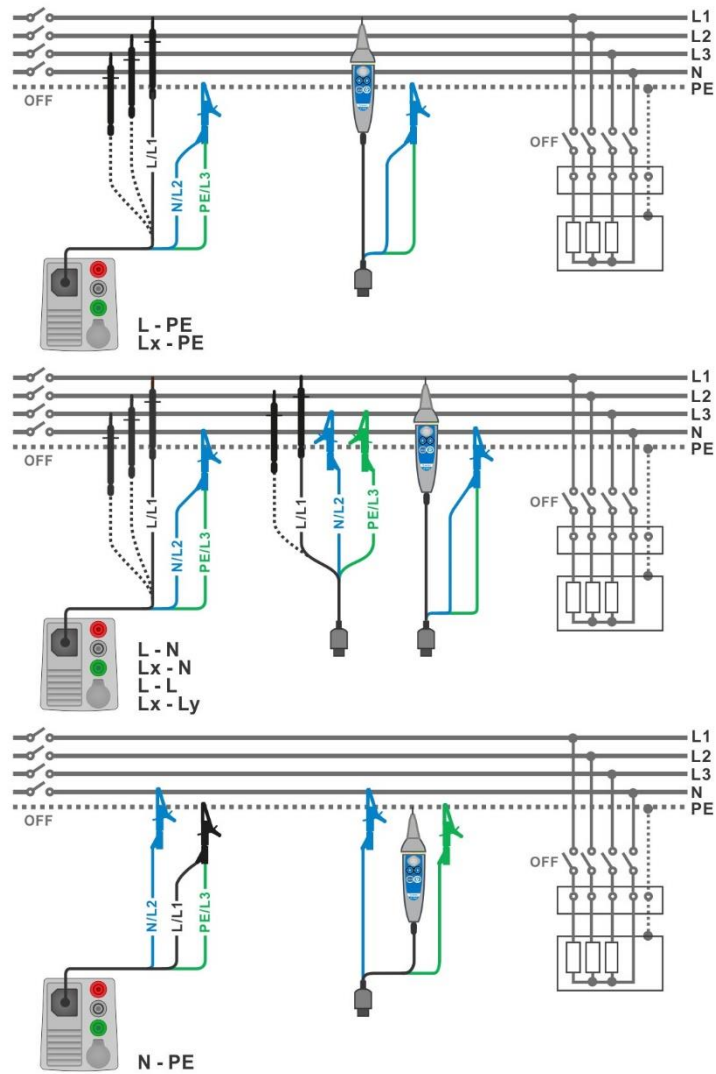
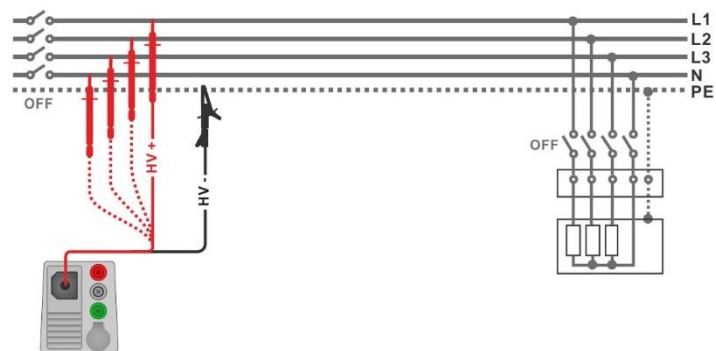

Abbildung 7.7: Anschluss des 3-Leiter Prüfadapters und der Commander-Prüfspitze ( $U_N \leq 1 \text{ kV}$ )
Abbildung 7.8: Anschluss der 2,5 kV Prüfleitung ( $U_N = 2,5 \text{ kV}$ )
- › Schließen Sie die Prüfleitungen am Prüfling an (siehe **Abbildung 7.7** und **Abbildung 7.8**).